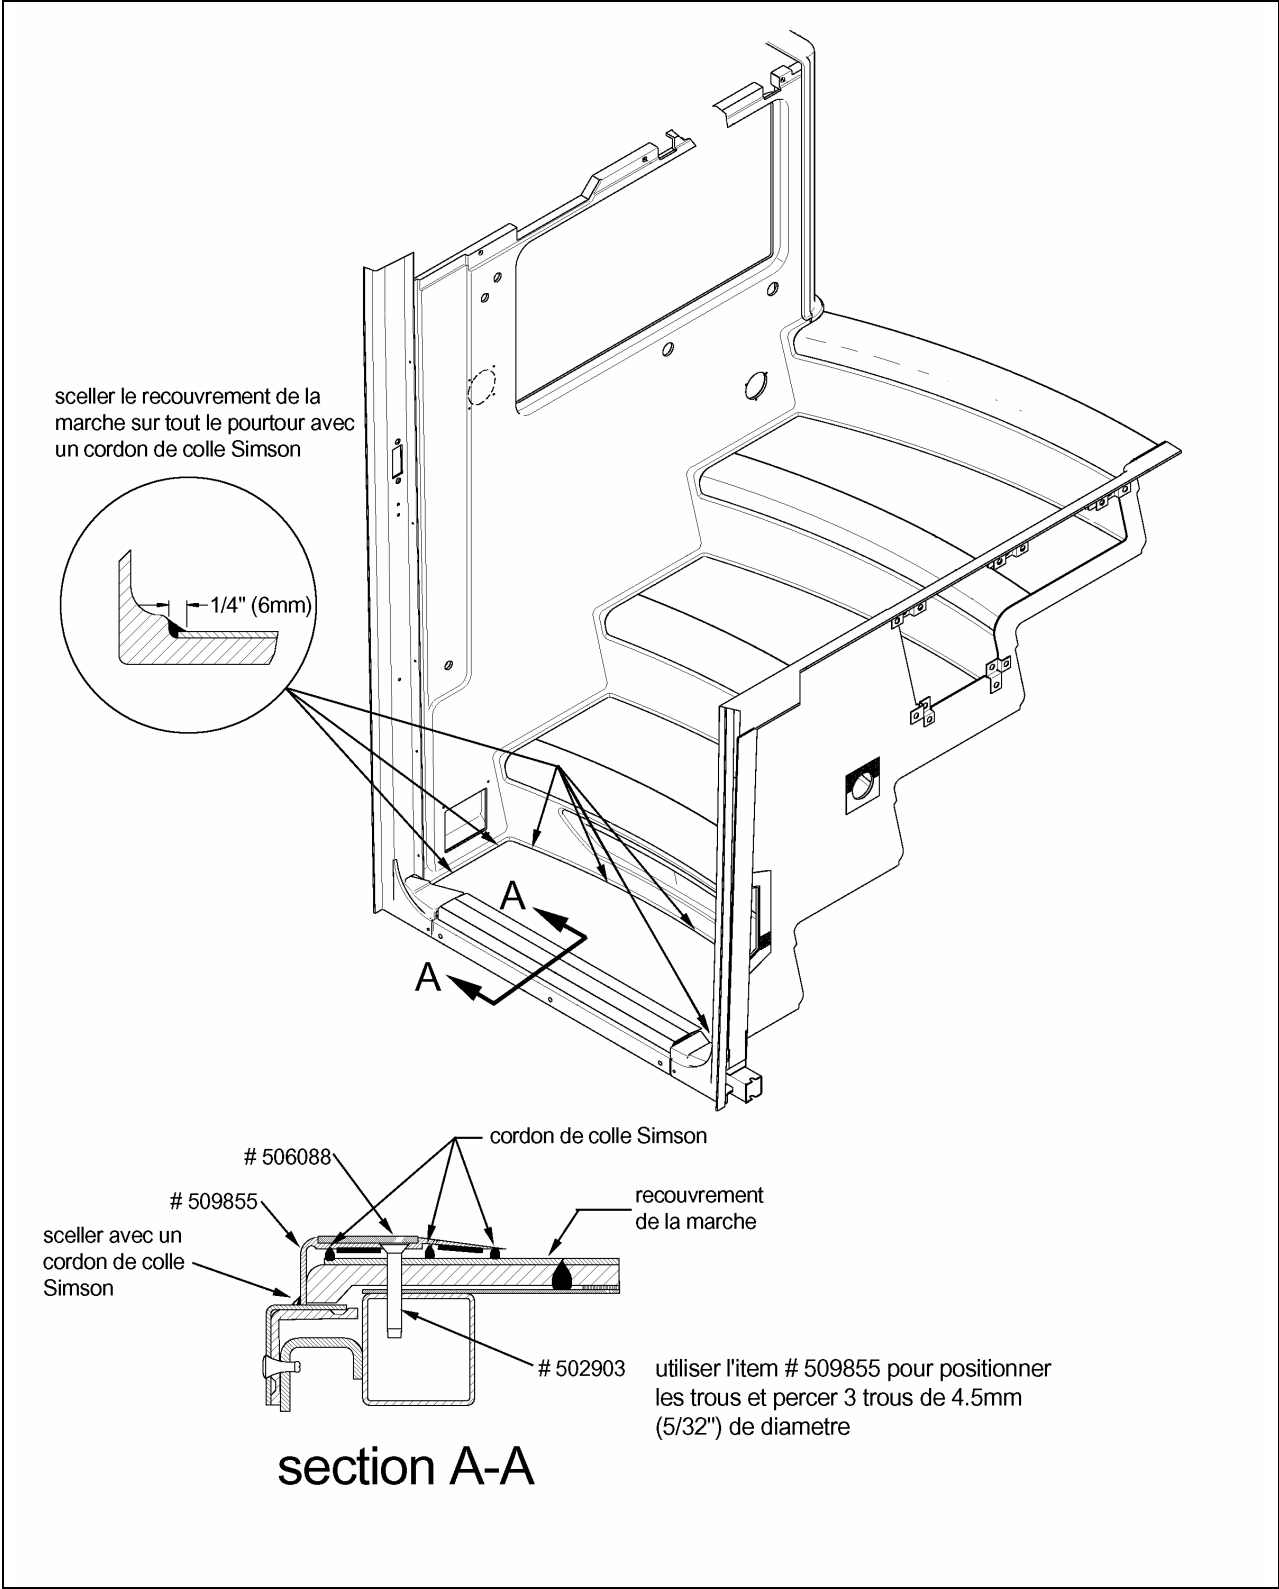

FIGURE 3
3. Appliquer un cordon de colle Simson sur tout le pourtour de la pièce de recouvrement tel que montré à la figure 3. Lisser le cordon et enlever l'excédent.
1. Appliquer 3 cordons de colle Simson sous la face de l'extrusion #509855 (voir figure 3). Enlever le papier protecteur du ruban gommé sous l'extrusion.
2. Appliquer l'extrusion sur la marche tel que montré à la figure 3. Presser fermement.
8. Appliquer un cordon de colle Simson à l'avant de l'extrusion et lisser (voir figure 3, section A-A).